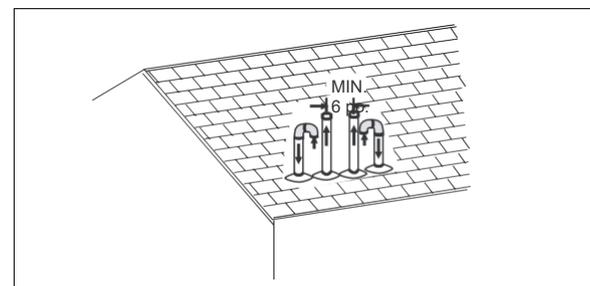

Fig 24 : Double entrée d'admission d'air de combustion vertical et finition d'évent
3. AIR DE COMBUSTION AMBIANTE L'air de combustion est fourni par un tuyau en PVC ou en ABS qui est relié au raccord en PVC fixé au boîtier du brûleur et qui se termine dans un grenier ou un vide sanitaire ventilé. Les tuyaux d'air de combustion et d'événement ne sont pas terminés dans la même zone atmosphérique. Reportez-vous aux figures 24 pour grenier, et finition de vide sanitaire. Seule l'admission d'air de combustion peut se terminer dans le grenier. L'événement doit se terminer à l'extérieur.